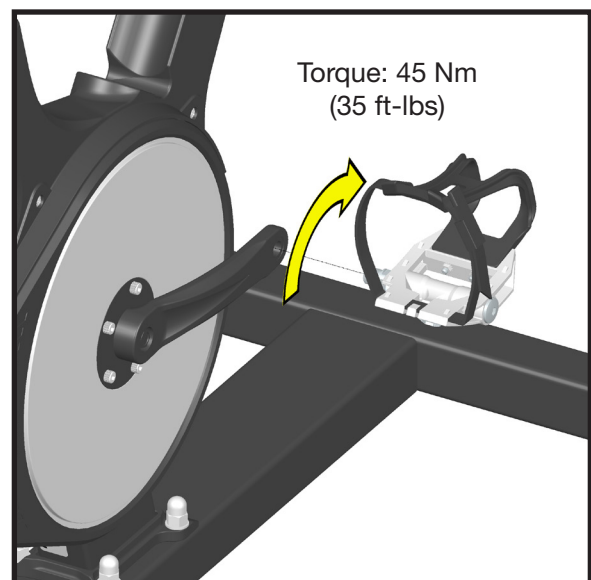

Abbildung 10: Montage des rechten Pedals im Uhrzeigersinn
- Rechtes Pedal** - Schrauben Sie das rechte Pedal (Markierung R) im Uhrzeigersinn in die rechte Seite des rechten Kurbelarms (siehe Abbildung 10).